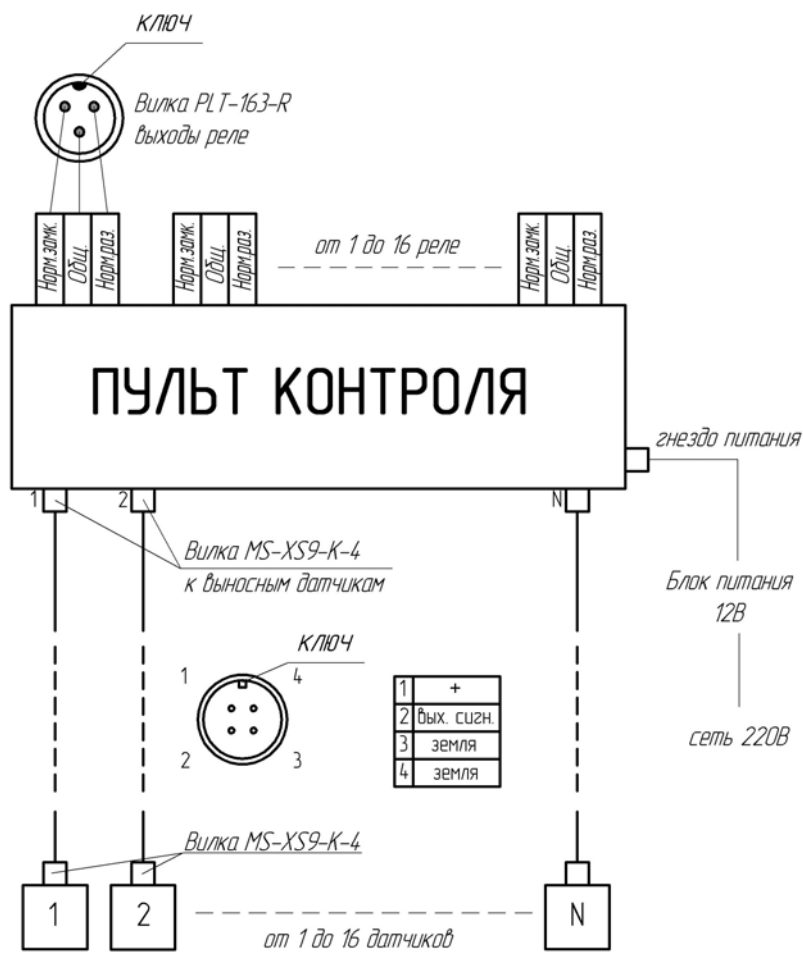

Рис. 1 Структурная схема аналоговой системы контроля концентрации газов на 8 (16) датчиков.
2.1. Система состоит из пульта контроля, датчиков (количество датчиков см. в паспорте на пульт), блока питания и соединительных кабелей. Структурная схема системы приведена на рис. 1.